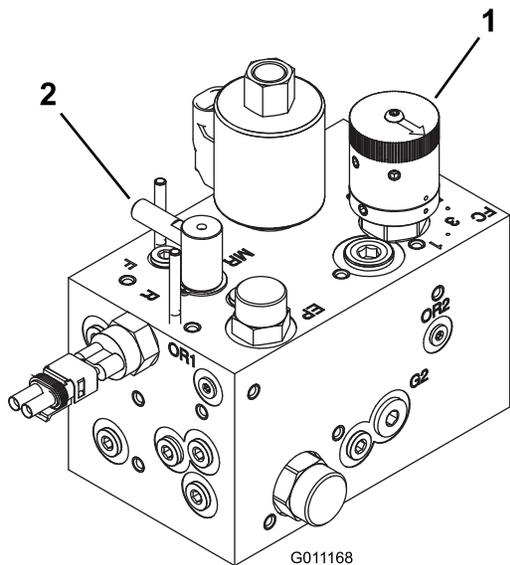

图 50
3. 将滚刀速度控制旋钮图 50 转动至步骤 1 中确定的滚刀速度数字。